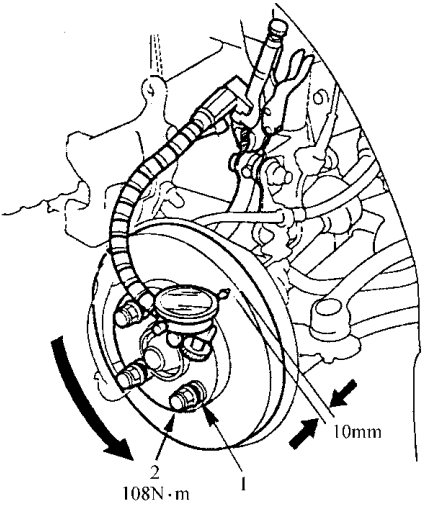

图 8-19 检查制动盘振摆
5) 如图 8-19 所示，将百分表靠制动盘放置，测量从制动盘外缘起 10mm 处的振摆。制动盘振摆的维修极限：0.10mm。